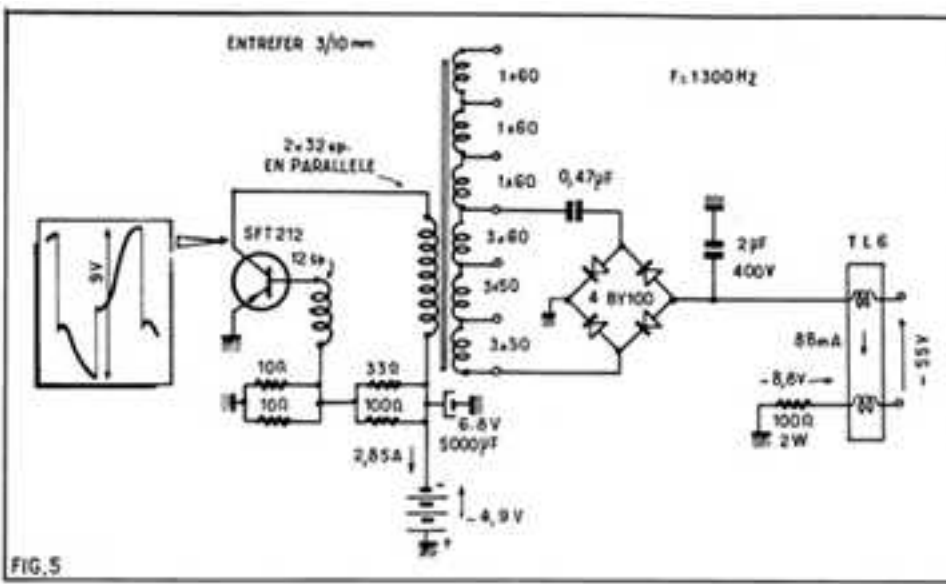

FIG. 5
Rappelons qu'il existe deux types de convertisseurs : symétrique et asymétrique, dont le principe et le fonctionnement sont assez différents ; on peut dire, en très gros, que le symétrique est le double d'un montage asymétrique ayant une diode de récupération sur son enroulement collecteur (diode qui n'est autre que le transistor « au repos »). Ces montages ont chacun leurs avantages et leurs cas d'utilisation. Une réputation assez injustifiée attribuée au montage asymétrique l'incapacité de produire des puissances supérieures à 2 W et un rendement laissant à désirer. Figure 5, on verra un tel montage fournir à partir d'une batterie de 6 V (2)
(2) Il est d'autant plus facile de fournir une puissance donnée avec un montage convertisseur que la tension de batterie est plus élevée. En théorie on peut doubler la puissance délivrée en doublant la tension des batteries : largement confirmé en pratique.
IV. — Montage sans ballast résistif : figure 5